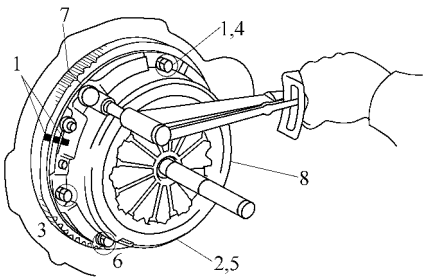

图 9-15 安装离合器罩壳
(1) 将离合器盘安装到飞轮上。使用离合器导向工具将离合器盘安装到飞轮上。
(2) 安装离合器罩壳。将离合器罩壳和飞轮上的装记号对准，先临时旋紧 1 号和 2 号螺栓，然后依次旋紧各螺栓，如图 9-15 所示。